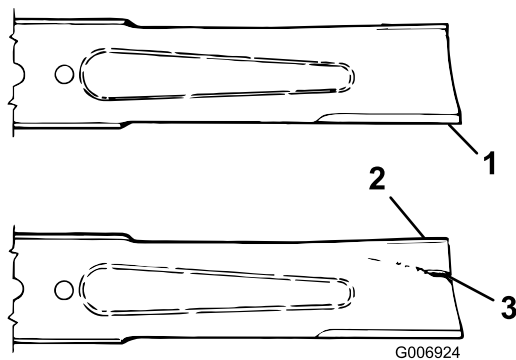

Рисунок 67
3. Осторожно проверьте режущие кромки ножей, особенно в точке соединения плоской и изогнутой частей ножа (**Рисунок 67**).
4. При обнаружении износа (**Рисунок 67**) замените нож; см. Проверка и регулировка плоскости вращения ножей \(страница 65\)
При износе ножа между крылом и плоской частью ножа образуется бороздка (**Рисунок 67**). Часть ножа может случайно отломиться и вылететь из-под корпуса, возможно, нанеся тяжелую травму оператору или находящимся рядом людям.